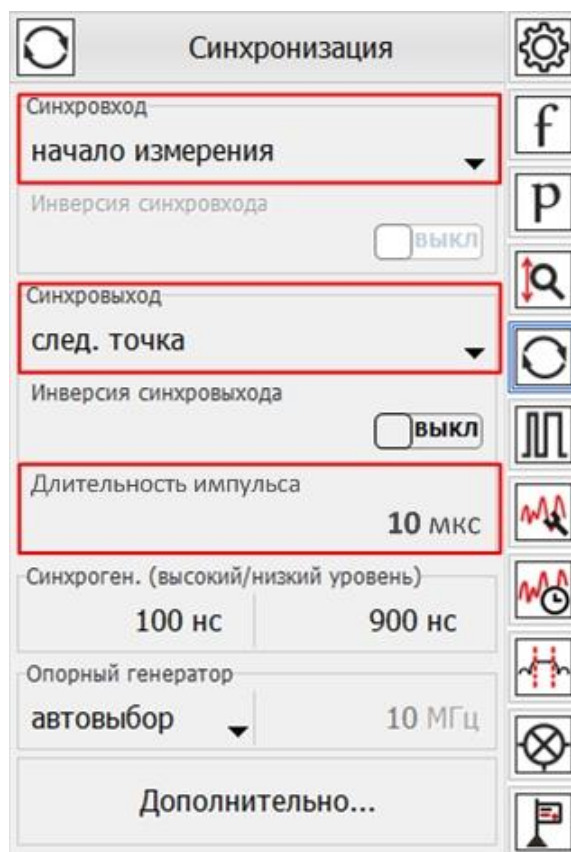
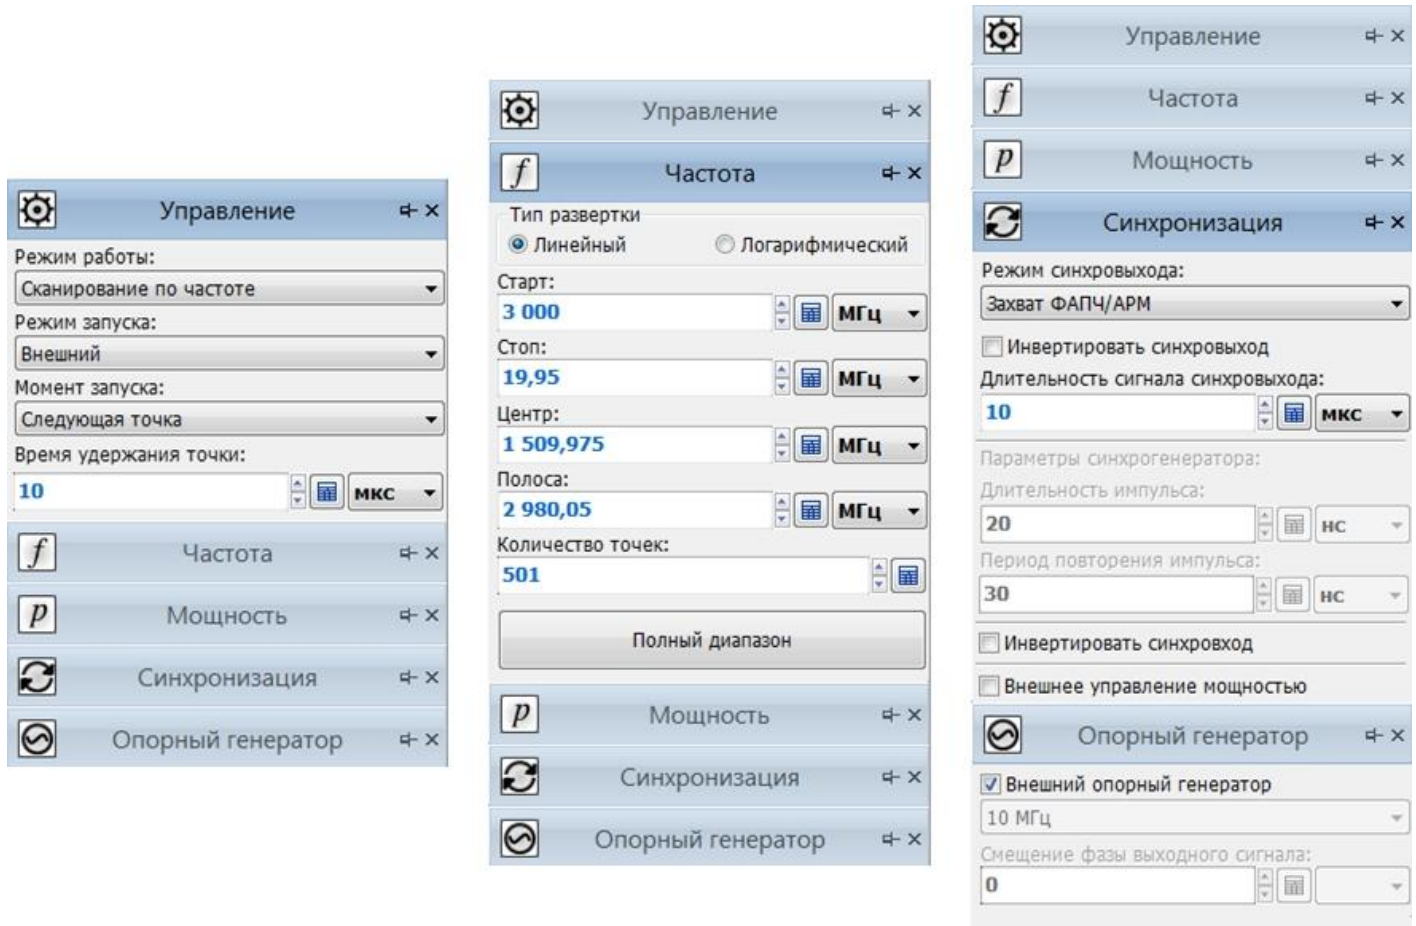

Рис. 24. Настройка генератора сигнала гетеродина
Рис. 25. Настройка синхронизации генератора «Г7М-20»
11. Настроить синхронизацию между ВАЦ и генератором сигнала гетеродина. Для этого соединить между собой входы и выходы синхронизации приборов. В панели управления «Синхронизация» задать параметры, указанные на рис. 24. Для генератора «Г7М-20» задать следующие параметры: $R_{\text{вых}} = 15$ дБм; $F = 3 \dots 19,95$ ГГц; режим работы – сканирование по частоте; режим запуска – внешний; момент запуска – следующая точка; режим синхровыхода – захват ФАПЧ/АРМ. Соединить вход опорного генератора ВАЦ с выходом опорного генератора «Г7М-20». В панели управления генератора сигнала гетеродина «Опорный генератор» включаем внешний опорный генератор. Задание параметров изображено на рис. 25;